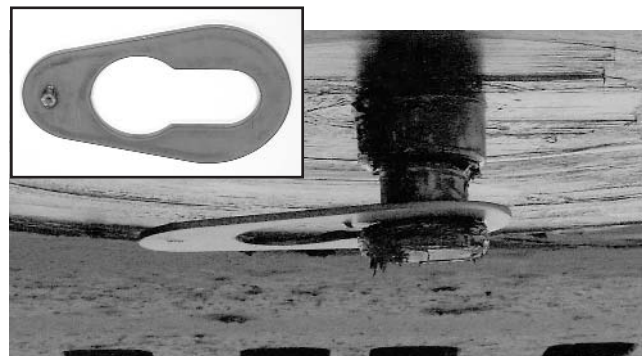
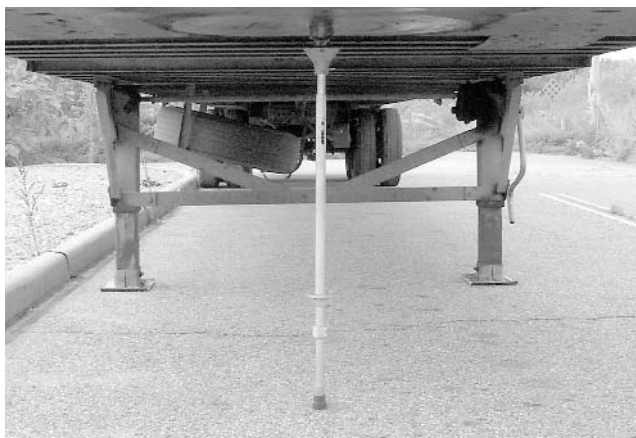

Figura 18. Adaptador del perno rey
Figura 19. Extensión del perno rey
Si esta línea de visión esta libre de obstrucciones que pudieran interferir con la medición, (por ejemplo, patines, chasis del remolque, caja de herramientas, etc.), entonces el adaptador del perno rey (figura 18) puede usarse para hacer la medición en el paso 5.
Si esta línea de visión esta obstruída, entonces la extensión del perno rey (figura 19) debe usarse para hacer la medición en el paso 5.
2. Coloque el adaptador del perno rey (figura 18) o la extensión del perno rey (figura 19) en el perno rey.